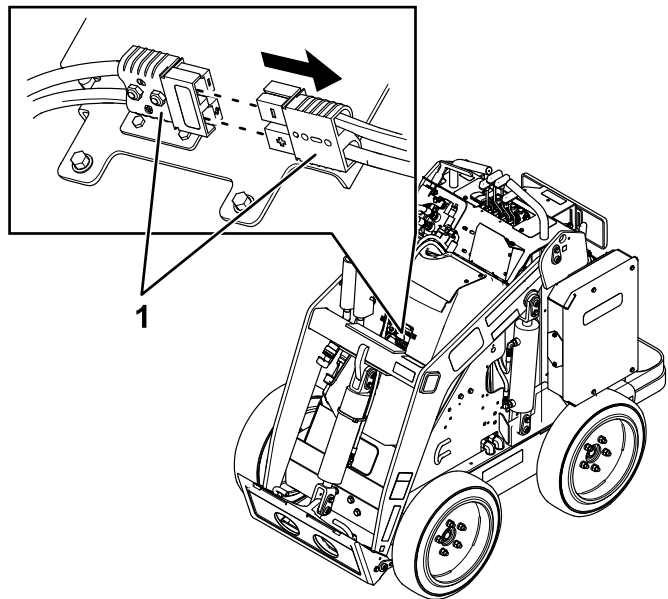

Figura 29
Antes de fazer manutenção na máquina, desligue a máquina da fonte de alimentação separando os conectores da alimentação principal (Figura 29).
5. Separe os dois conectores de alimentação (Figura 29).